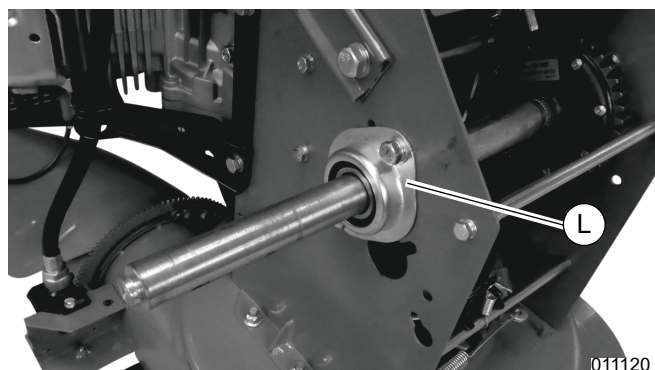

Figura 4-24. Conjunto de cojinete de la rueda
9. Consulte la **Figura 4-24**. Retire los dos pernos, arandelas de seguridad, arandelas planas y contratuercas que fijan el conjunto de cojinete de la rueda del lado izquierdo (L) con dos llaves de 13 mm.